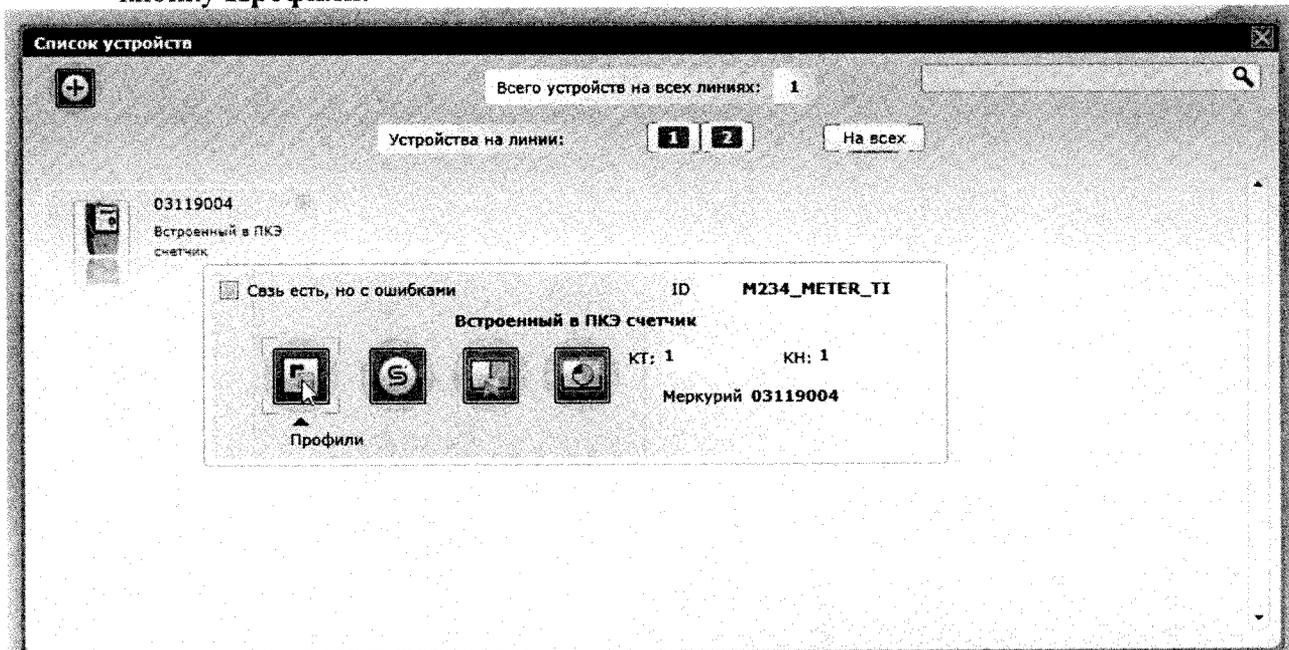

Рисунок 1 – Список устройств. Выбор счетчика и профиля нагрузки.
9.2.2.3. Считайте показания профиля нагрузки счетчика из памяти ТМКЭ.GSM, используя веб-интерфейс, см. Рисунок 1.